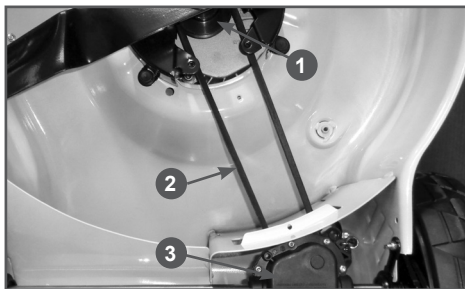

Рис. 31 Проверка состояния ремня привода
3. Попросите помощника нажать рычаг остановки двигателя. Медленно проворачивая коленчатый вал двигателя за нож, внимательно осмотрите ремень 2 привода хода на наличие трещин, разрывов, отслоения корда (Рис. 31). При обнаружении поврежденных ремень необходимо заменить.
2. Снимите старый ремень 2 со шкивов 1 вала двигателя и редуктора 3 (Рис. 31).